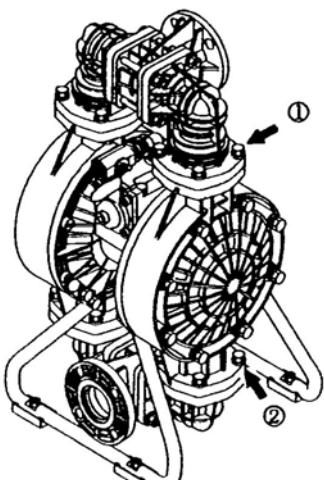

Fig.4.4
- Verwijder de 8 bouten ← van de perskant en neem deze weg. [Fig. 4.4]